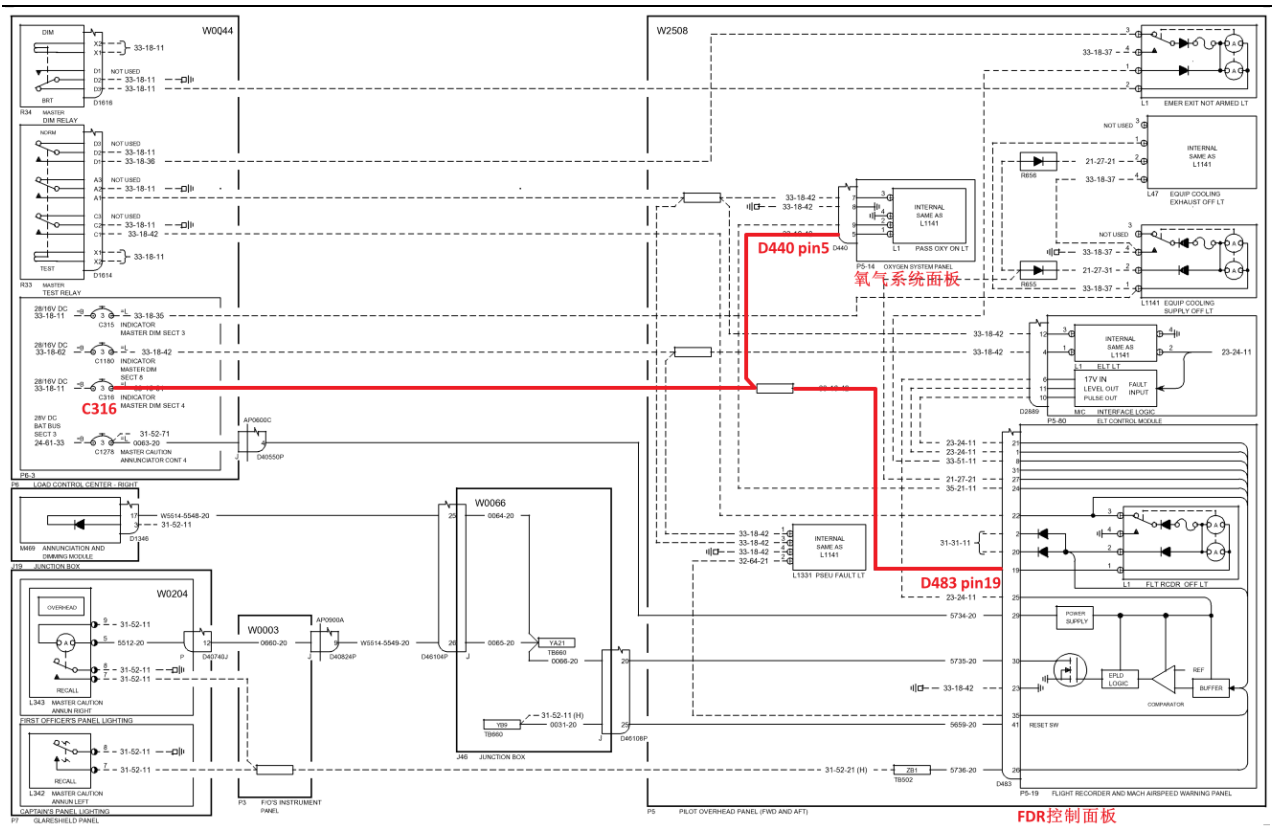

图 1. WDM 31-52-75
- 6.如图 1，参考 WDM31-52-75 脱开 P5-14 氧气系统面板插头，测量 FDR 控制面板 D483 pin19 销钉在 BRT 和 DIM 位两个位置电压仍然为 26V DC。